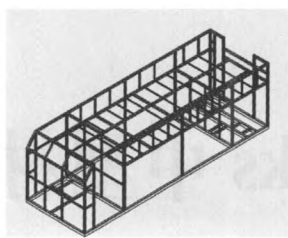

图 5
(1) 新建一工程图，将所绘制模型转化为二维图样，选择合适的能清楚表达结构的视图方向，结构件示意图一般选择等轴测视图（见图 5）。